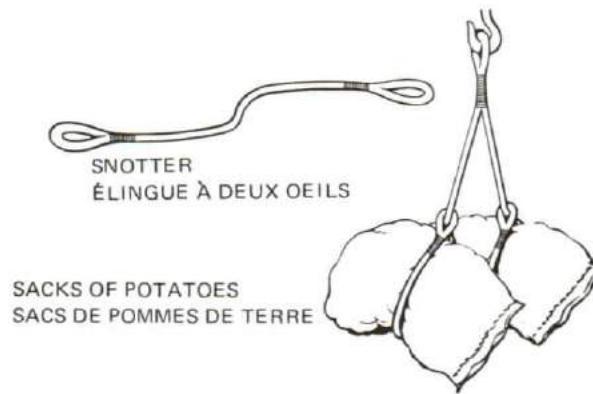

Figure 11-17
4. For dealing with sacks of vegetables, sugar, etc., a single sling with an eye at either end is most convenient. This is called a snorter. See Figure 11-17. Snorters may be made up in pairs or used singly.
4. Pour la manutention des sacs de légumes, de sucre, etc. on se sert d'une élingue munie d'un oeil à chaque extrémité (voir la figure 11-17). Les élingues à deux yeux s'emploient une à une ou à la paire.